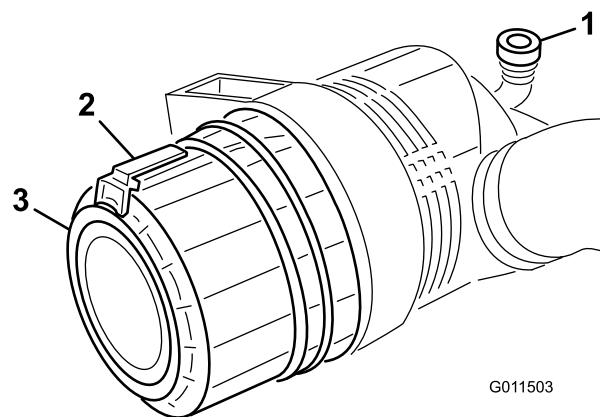

Figura 87
2. Tirate il fermo verso l'esterno e ruotate il coperchio del filtro in senso antiorario (Figura 87).